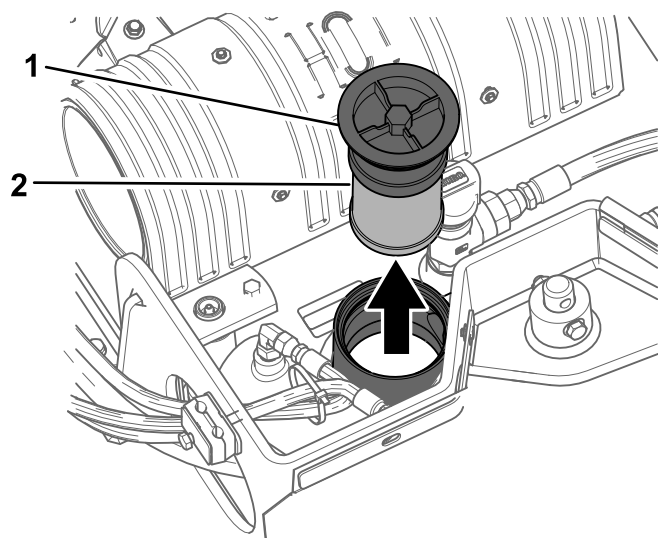

Figura 58
o filtro do tubo de enchimento utilizando uma chave (**Figura 58**).
4. Retire e elimine o filtro velho (**Figura 58**).
5. Instale o filtro hidráulico de substituição e a tampa do tubo de enchimento (**Figura 58**) e aperte o parafuso na parte superior com 21 a 25 N·m.
5. Retire a cobertura do depósito hidráulico e o filtro (Figura 58).
10. Instale o filtro hidráulico e a tampa do tubo de enchimento (Figura 58) e aperte o parafuso na parte superior com 21 a 25 N·m.